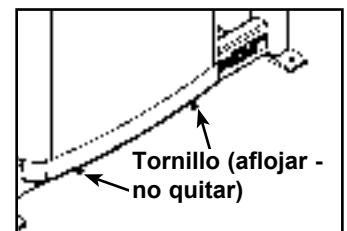

Figura 6
- F. Aflojar el fondo dos tornillos demostrado en figura 6. **NOTA:** No quitar fondo dos tornillos.